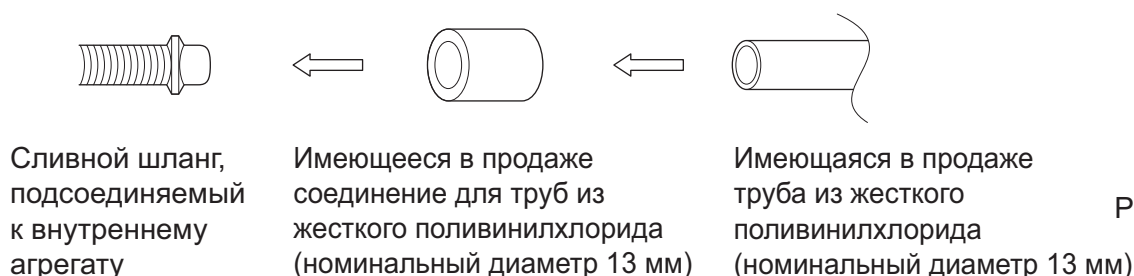

Рис. 18
- При непосредственном соединении трубопроводов из жесткого винилхлорида (номинальный диаметр 13 мм) со сливным шлангом, подсоединенным к внутреннему агрегату (т. е. для закладного трубопровода и т. п.), используйте соединения из жесткого винилхлорида, имеющиеся в продаже (номинальный диаметр 13 мм). (См. рис. 18)